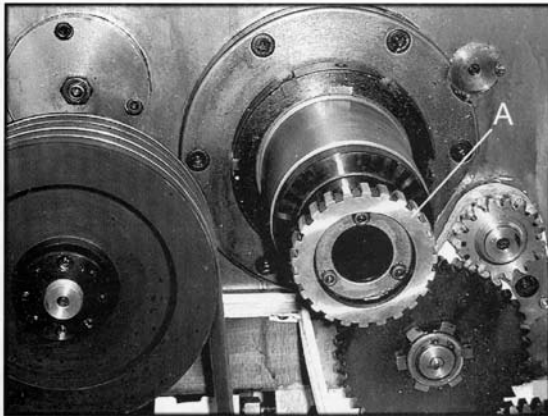

Рис.1
6. Открыть дверь шпиндельной бабки. Ввернуть переходную втулку (А, рис. 1) на резьбовой конец шпинделя.